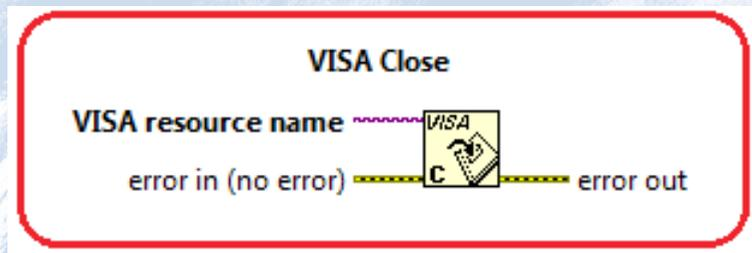

Figura 3.47. VISA Close.
**Cierre del puerto.** Finalmente, se procede al cierre del puerto para lo cual se utiliza el **VISA Close**, como presenta la figura 3.47.